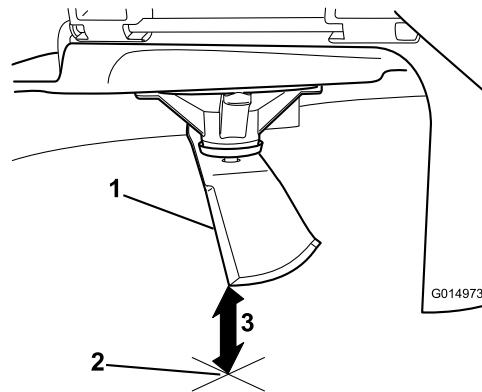

Figura 77
5. Meça da ponta da lâmina até à superfície plana (Figura 77).